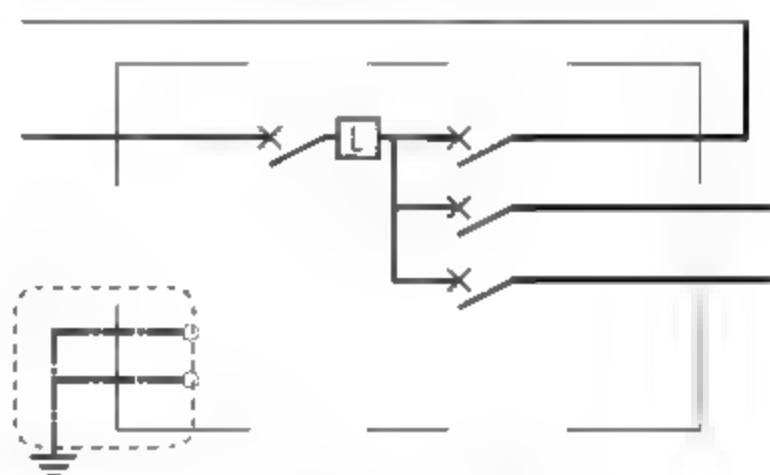

图13-16 绘制端子
**16** 调用C【圆】命令，绘制半径为80的圆形，表示端子图形，结果如图13-16所示。